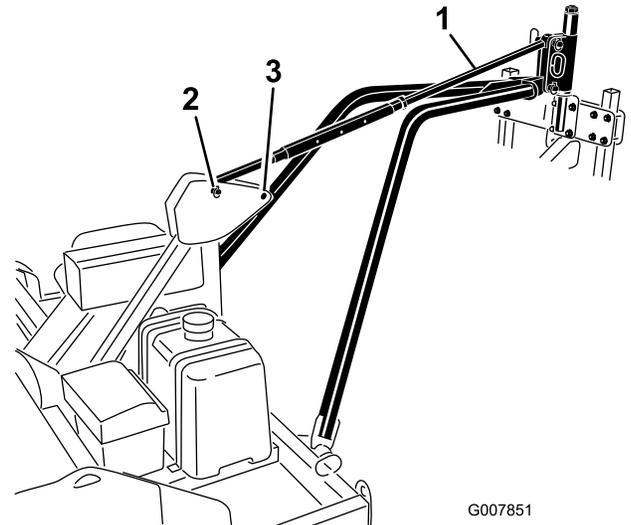

図 14
7. ヒッチ・ピンとリンチ・ピンを使って、ピッチ・コントロール・リンクを、エアレータのヒッチ・ピボットの上穴とフレーム・ヒッチ・ピボットに固定する (図 14)。
5. 牽引アーム・ヒッチ・プレートの穴を、エアレータのヒッチ・ピボットの下側の穴に合わせる (図 14)。ヒッチ・ピンとリンチ・ピンを使って、牽引アームのヒッチ・プレートを、エアレータのヒッチ・ピボットに固定する。